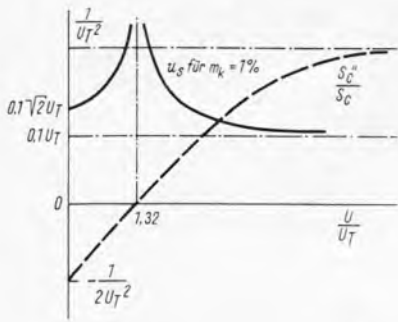

Bild 8. Prinzipieller Verlauf von S_c''/S_c und der Störspannung u_s an der Basis für einen Kreuzmodulationsgrad von $m_k = 1\%$
eintritt. Die nichtlinearen Verzerrungen, womit in diesem Zusammenhang auch die Kreuzmodulation gemeint ist, verschwinden also bei der zugehörigen Regelspannung von $U = 1,32 U_T = 34 \text{ mV}$, solange die diesen Rechnungen zugrunde liegende Voraussetzung $u_h \ll U_T$ noch erfüllt ist. Der prinzipielle Verlauf von S_c''/S_c und der Störspannung u_s für einen Kreuzmodulationsgrad von 1% ist in Bild 8 gezeigt. Die Gleichung für u_s läßt sich aus Gleichung (10) gewinnen. Sie lautet: